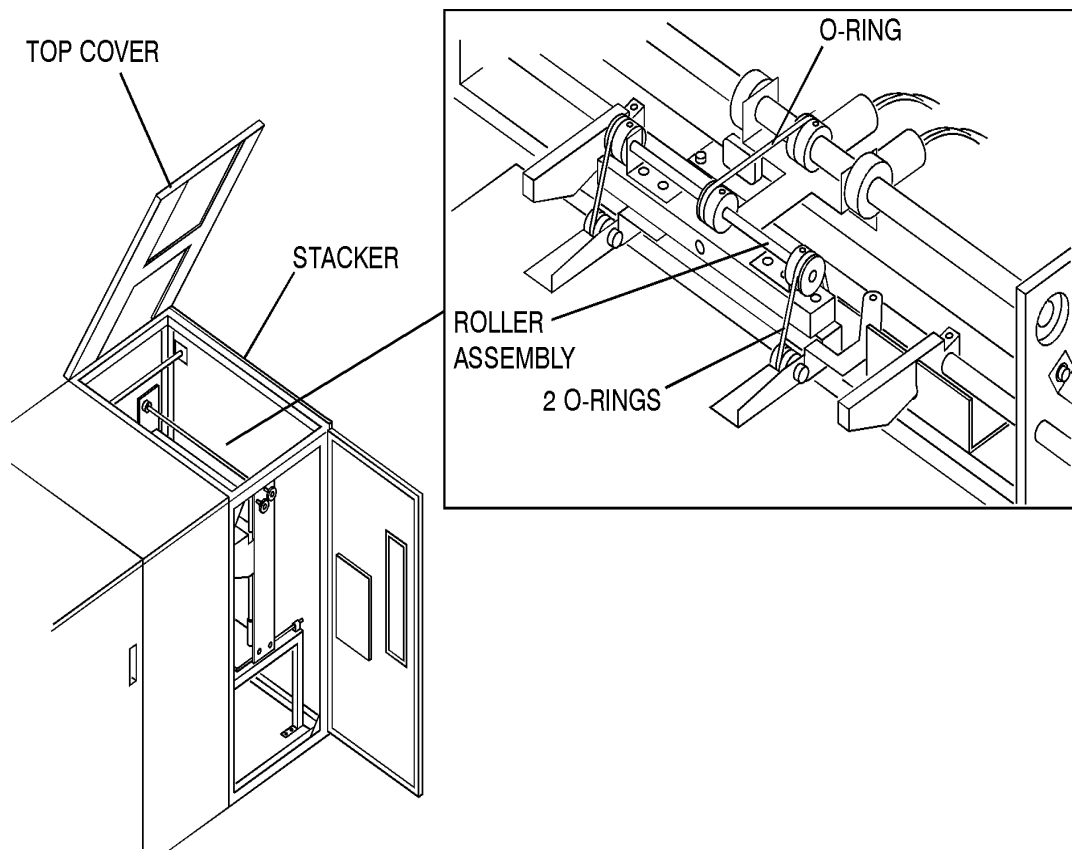

Figura 4-4: Limpieza de la apiladora
- 1 Abra la cubierta superior de la apiladora como aparece en la figura 4-4.
- 2 Limpie los dos anillos color naranja en el conjunto de rodillos tal como se muestra en la figura 4-4, usando solamente Alcohol Isopropileno 90% y un paño limpio, libre de pelusas.